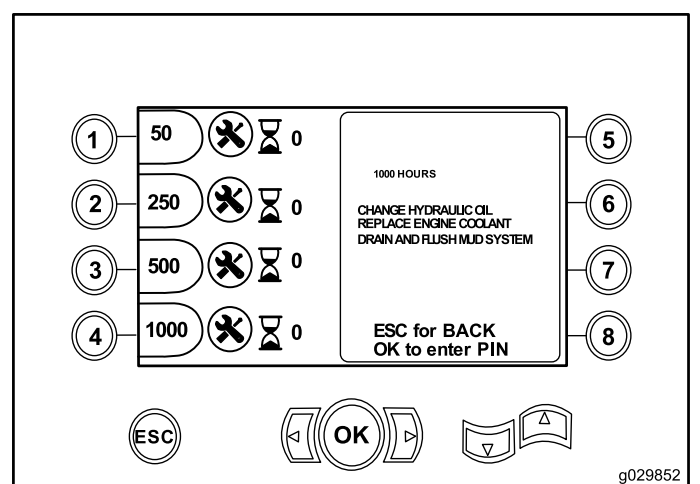

Bild 14
- Taste 4: Wartungsplan mit 1000 Stunden (Bild 14)